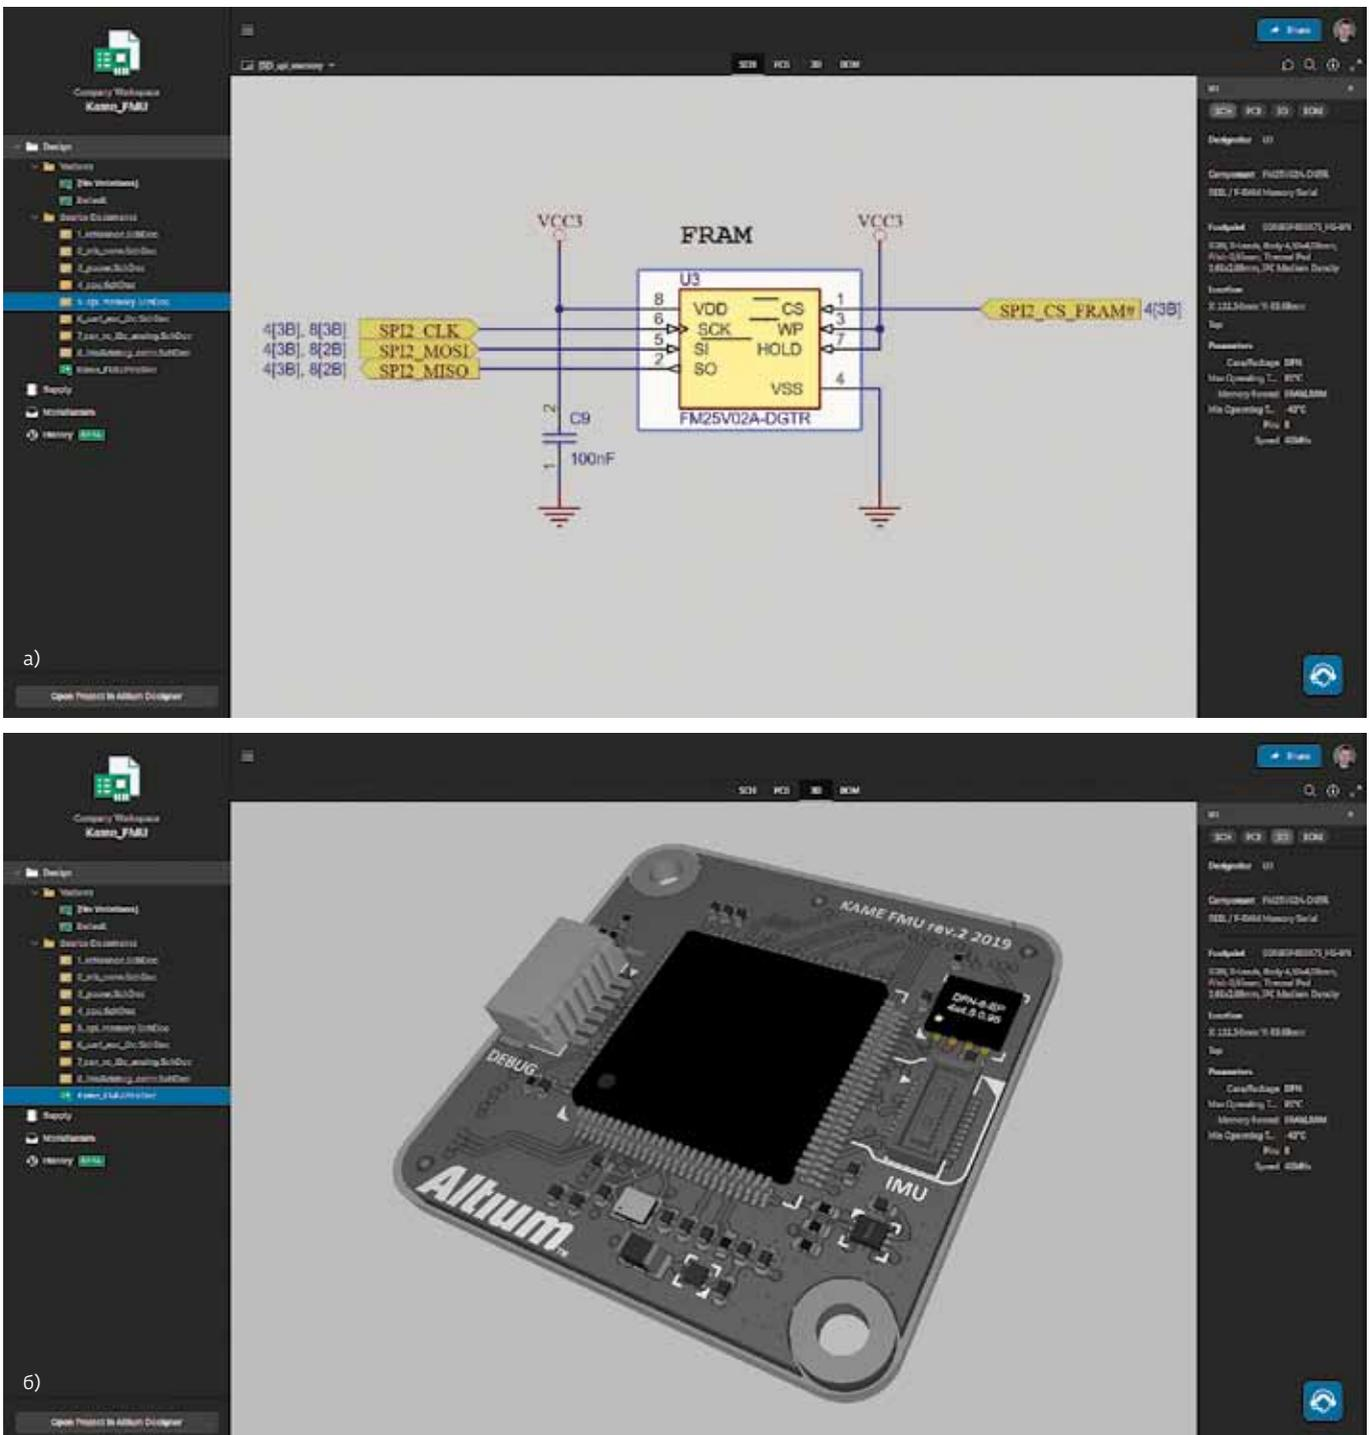

Рис. 4. Интерфейс Web Viewer: а – просмотр схемы и свойств компонента; б – просмотр платы
- Публикация проектов в стадии разработки для тех, кто находится вне команды Workspace, для просмотра и комментирования или редактирования. Вы имеете возможность опубликовать проект, который находится на стадии разработки, пользователям вне вашей команды Workspace (например, заказчикам или подрядчикам). Эти пользователи смогут открыть проект через интерфейс платформы Altium 365; все, что им для этого необходимо – регистрация на AltiumLive. Проект будет открыт в интерфейсе Web Viewer (рис. 4), где доступны просмотр проекта и свойств отдельных объектов, добавление комментариев. Если проект будет изменен членами команды Workspace, то эти изменения будут отражены и в опубликованном проекте. При необходимости проект также может быть опубликован пользователю вне команды Workspace для редактирования, без приглашения этого пользователя в команду.